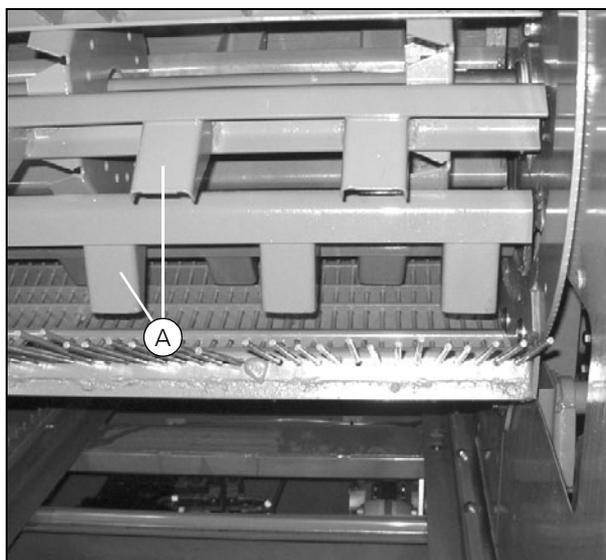

Рисунок 70
2. Установите бичи на спицевые диски барабана так, чтобы выступы бичей были смещены по отношению друг к другу (А) (Рис. 70).